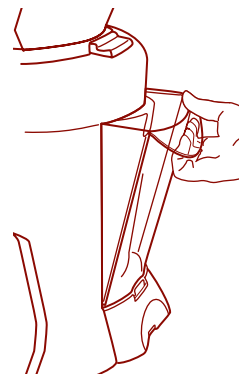

Figure 7
7. Pour enlever le réservoir de glace fondue, maintenez l'appareil immobile et tirez en ligne droite sur la poignée. *Figure 7*